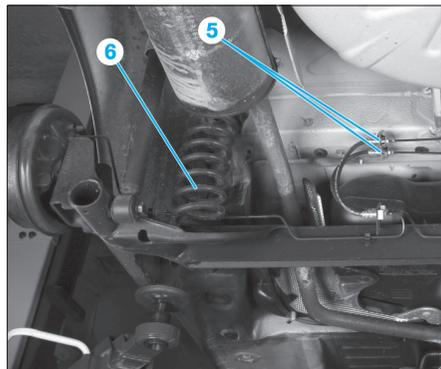

Fig. 32
- Dévisser les raccords de tuyaux rigides sur les flexibles de frein (5) (Fig.32).
- Déposer les ressorts (6) de suspension arrière (voir opération concernée).